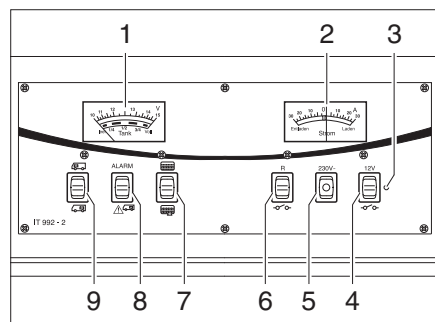

Bild 197 Panel IT 992
Beim Anzeigeeinstrument V/Tank (Bild 197,1) die obere Skala beachten. Das Anzeigeeinstrument wird automatisch beleuchtet, sobald ein Schalter gedrückt wird.
- Wippschalter (Bild 197,9) oben drücken "🚗": Die Batteriespannung der Starterbatterie wird angezeigt.
- Wippschalter (Bild 197,9) unten drücken "🏠": Die Batteriespannung der Wohnraumbatterie wird angezeigt.
Beim Anzeigeeinstrument V/Tank (Bild 197,1) die untere Skala beachten. Das Anzeigeeinstrument wird automatisch beleuchtet, sobald ein Schalter gedrückt wird.
- Wippschalter (Bild 197,7) oben drücken : Die Wassermenge wird angezeigt.
- Wippschalter (Bild 197,7) unten drücken : Die Abwassermenge wird angezeigt.
Die rote Warnleuchte ALARM (Bild 197,8) blinkt, sobald die Spannung der Wohnraumbatterie 11 V (Messung im laufenden Betrieb) unterschreitet und damit Tiefentladung droht.
Am Anzeigeeinstrument Strom (Bild 197,2) wird ständig der aktuell fließende Batteriestrom angezeigt. Das Anzeigeeinstrument wird automatisch beleuchtet, sobald ein Schalter gedrückt wird.
Der 12-V-Hauptschalter (Bild 197,4) schaltet das Panel und die 12-V-Versorgung
Einschalten: ■ Wippschalter (Bild 197,4) oben drücken "  ": Die 12-V-Versorgung des
Wohnraums ist eingeschaltet. Die Kontroll-Leuchte (Bild 197,3) leuchtet grün.
Ausschalten: ■ Wippschalter (Bild 197,4) unten drücken "  ": Die 12-V-Versorgung des
Wohnraums ist ausgeschaltet. Die Kontroll-Leuchte (Bild 197,3) erlischt.
Die 12-V-Kontroll-Leuchte (Bild 197,3) leuchtet, wenn der 12-V-Hauptschalter
(Bild 197,4) eingeschaltet ist.
Die gelbe 230-V-Kontroll-Leuchte (Bild 197,5) leuchtet, wenn am Eingang des Elek-
- Einschalten:* ■ Wippschalter (Bild 197,6) oben drücken: Die Umwälzpumpe ist eingeschaltet.
- Ausschalten:* ■ Wippschalter (Bild 197,6) unten drücken "  ": Die Umwälzpumpe ist ausgeschaltet.